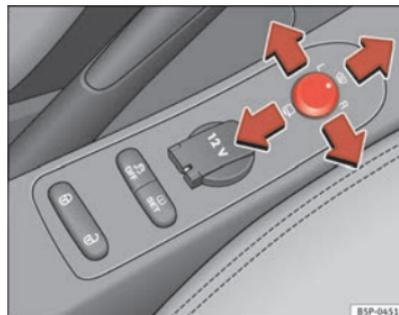

Abb. 90 Drehknopf für Außenspiegeleinstellung ▶
1. Drehen Sie den Drehknopf ⇒ Seite 140, Abb. 90 zunächst in Stellung **L (linker Außenspiegel)**.
- Drehen Sie den Drehknopf nach vorne auf die mittlere Stellung ⇒ Seite 140, Abb. 90 , damit die Heizung der Außenspiegel und die Funktion der beheizbaren Windschutzscheibe\* im Bereich der Ruhestellung der Wischerblätter eingeschaltet wird ⇒ Seite 136.
- Drehen Sie den Drehknopf ⇒ Seite 140, Abb. 90 in Stellung , um die Außenspiegel anzuklappen. Sie sollten die Außenspiegel immer anklappen, wenn Sie eine automatische Waschanlage durchfahren, um Beschädigungen zu vermeiden.